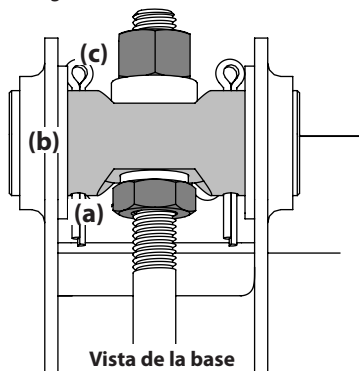

Figura 4-9
5. Con una llave, eleve la parte delantera de la plataforma, para lo que debe aflojar las tuercas de seguridad (a) al frente del pasador de pivote (b) y luego ajuste las contratueras (c) en la parte posterior de dicho pasador para elevar la parte delantera de la plataforma y sujetarla en su lugar. Vea la Figura 4-9.
6. Con una llave, baje la parte delantera de la plataforma, para lo que debe aflojar las tuercas de seguridad (c) de la parte posterior del pasador de pivote (b) y luego ajuste la contratuerca (a) en el frente de dicho pasador para bajar el frente de la plataforma y sujetarla en su lugar. Vea la Figura 4-9.